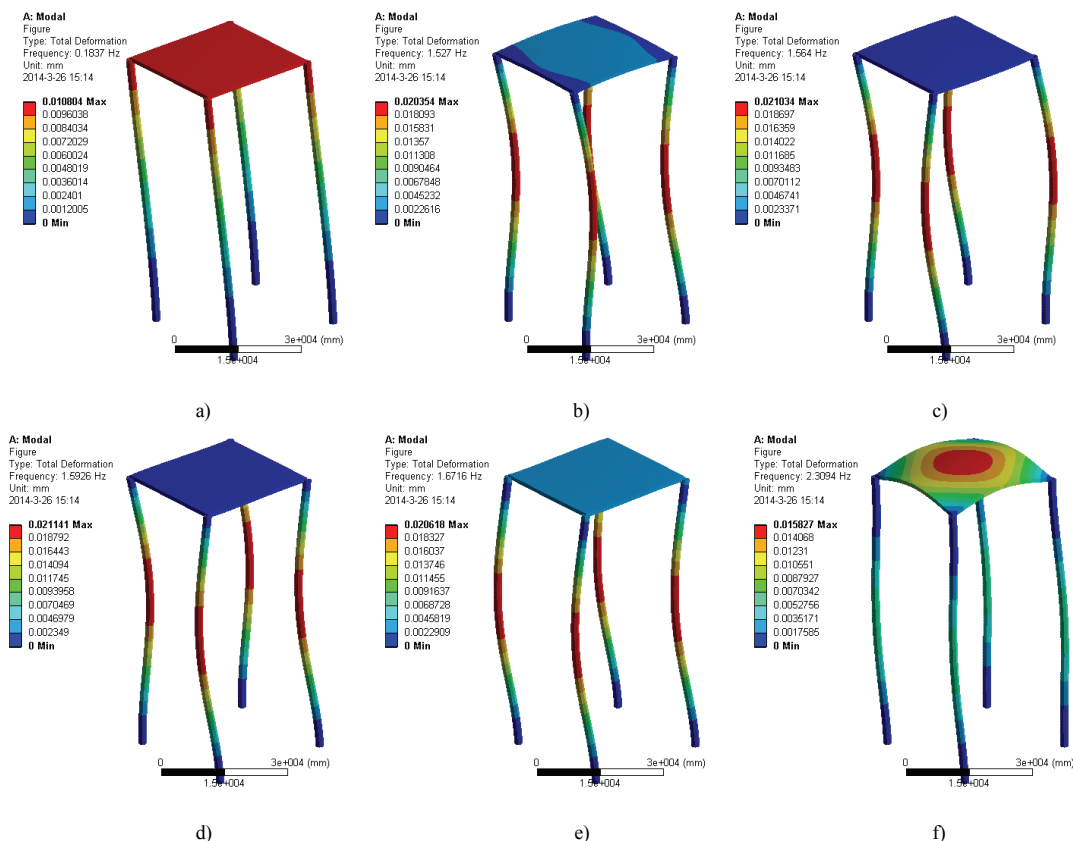

图 12-13 模态变形图
5) 在 Outline 树结构图中的 Total Deformation 上单击右键, 在弹出的快捷菜单中选择 Evaluate All Result, 此时进行求解, 求解后得到的图形如图 12-13 所示。